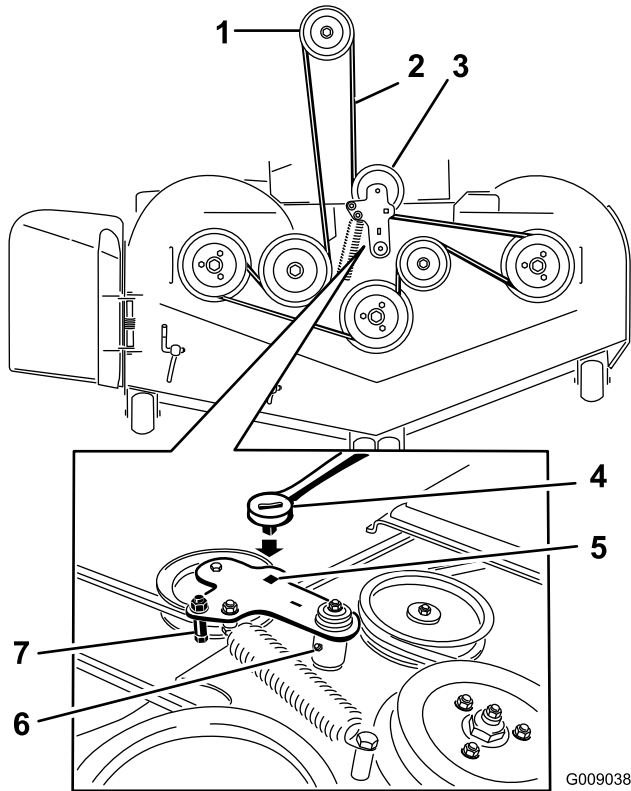

**Figura 72**
4. Retire las cubiertas de la correa (Figura 72).